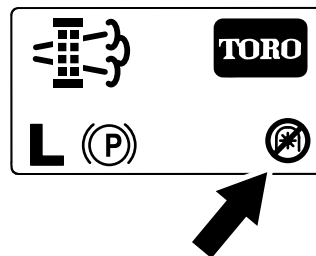

Figura 52
**Nota:** Sulla schermata Home viene visualizzata l'icona di disabilitazione della PDF (Figura 52).
**Nota:** Sulla schermata Home viene visualizzata l'icona di disabilitazione della PDF; fate riferimento a Figura 52 in Messaggi relativi alla rigenerazione parcheggiata \(pagina 50\).